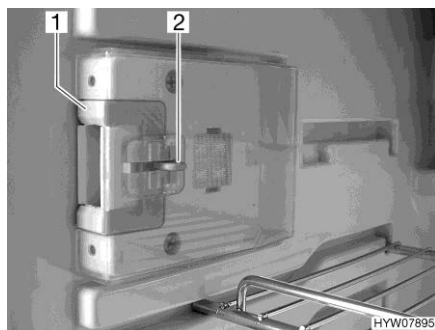
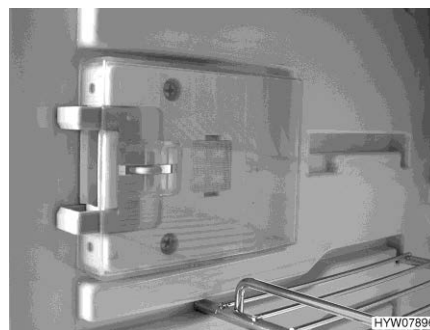

Fig. 189 Dispositif de fermeture (position normale)
Fig. 190 Dispositif de fermeture (position de ventilation)
■ Presser le bouton de déverrouillage (Fig. 189,2).
■ Pousser le dispositif de fermeture (Fig. 189,1) vers l'avant (Fig. 190).